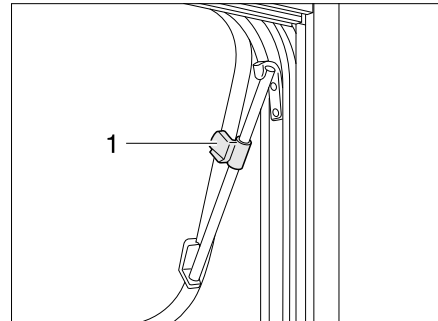

Bild 50 Ausstellfenster mit Dreh-Ausstellern, geöffnet
- Ausstellfenster bis zur gewünschten Stellung öffnen und mit Rändelknopf (Bild 50,1) feststellen.
- Rändelknopf (Bild 50,1) drehen, bis Arretierung freigegeben wird.